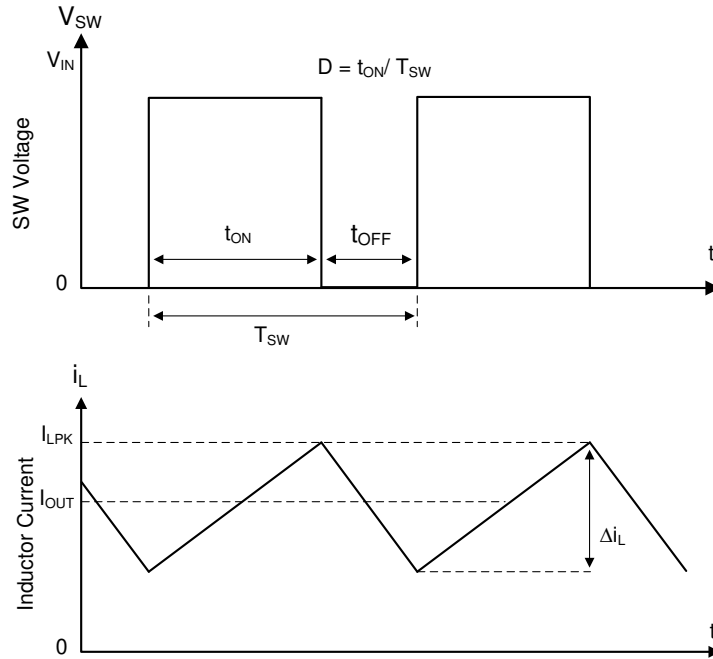

图 7-1. 连续导通模式 (CCM) 下的 SW 节点和电感器电流波形
LMR516xx 的以下运行说明涉及 功能方框图 和 图 7-1 中的波形。LMR516xx 是一款同步降压转换器，具有集成式高侧 (HS) 和低侧 (LS) 开关 (同步整流器)。LMR516xx 通过使用受控的占空比打开高侧和低侧 NMOS 开关，来提供稳定的输出电压。高侧开关导通期间，SW 引脚电压上升至约 V_{IN} ，电感器电流 i_L 以线性斜率 $(V_{IN} - V_{OUT})/L$ 增加。当高侧开关被控制逻辑关闭时，低侧开关在经过反击穿死区时间后将会导通。电感电流通过低侧开关以斜率 V_{OUT}/L 放电。降压转换器的控制参数为占空比 $D = t_{ON}/T_{SW}$ ，其中 t_{ON} 是高侧开关导通时间， T_{SW} 是开关周期。转换器控制环路通过调整占空比 D 来维持恒定的输出电压。在可忽略损耗的理想降压转换器中， D 与输出电压成正比，与输入电压成反比： $D = V_{OUT}/V_{IN}$ 。